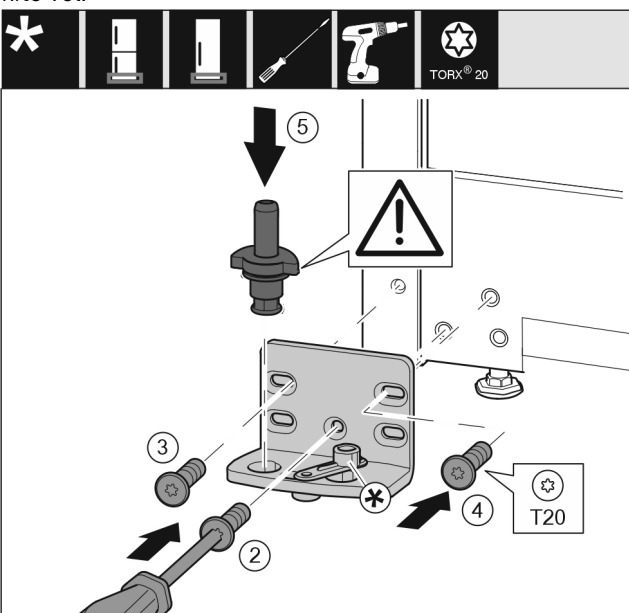

Fig. 20
- ▶ Uždėkite atraminę gembę kitoje pusėje ir prisukite atsuktuvu. Pradėkite nuo varžto Fig. 20 (2) apačioje viduryje.
- ▶ Tvirtai prisukite varžtą Fig. 20 (3) ir varžtą Fig. 20 (4).
- ▶ Įstatykite atraminį kaištį Fig. 20 (5) iki galo. Atkreipkite dėmesį į tai, kad fiksavimo kumštelis būtų nukreiptas į galą.